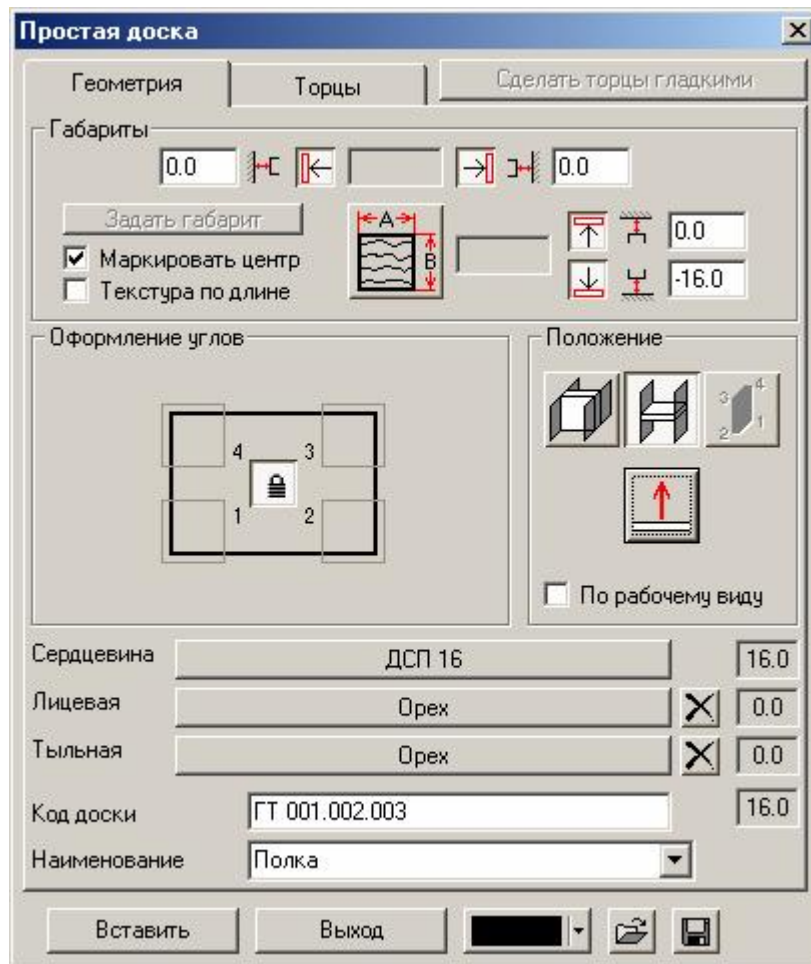

Рис. 92 Закладка **Геометрия** с заполненными полями параметров для полки тумбы
2. Заполнить поля на закладке **Геометрия** (рис. 92) в диалоговом окне **Простая доска**.